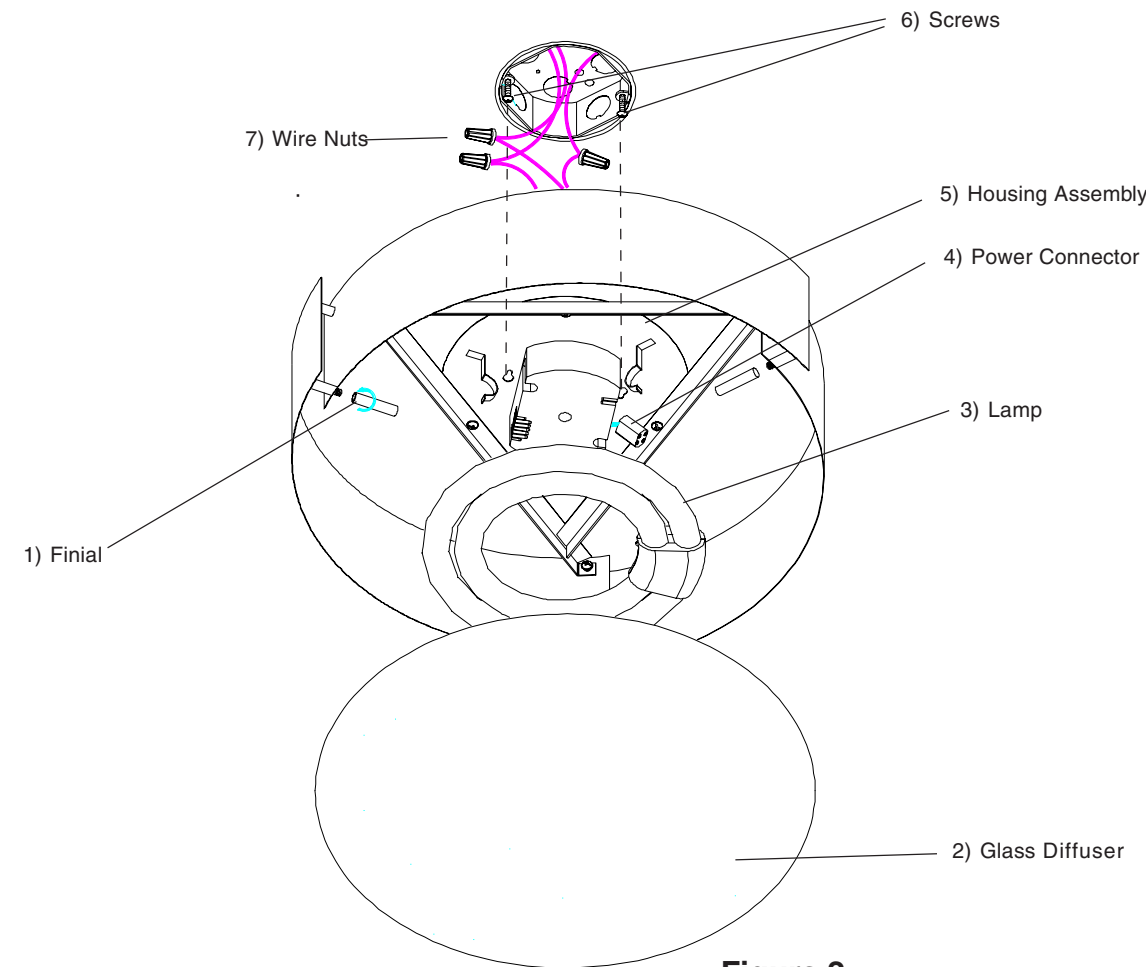
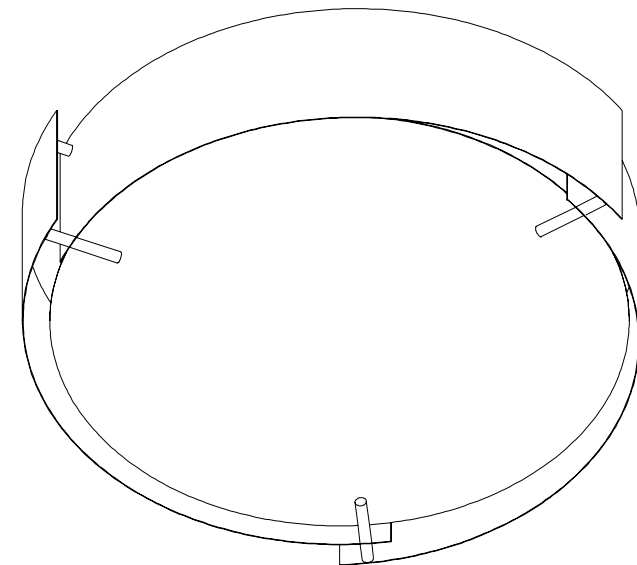

Figure 2
Figure 3
1. Retirer les composants de l'appareil et tout emballage de pièces. S'assurer que toutes les pièces sont incluses. **Voir les fig. 2.**
2. Visser les deux vis de 1,5 po (6) environ ¼ po dans les trous de la boîte de jonction. **Voir la fig. 2.**
3. L'alimentation coupée, soutenir fermement l'ensemble boîtier (5) et connecter le fil de terre vert de l'appareil au fil de terre nu en cuivre de la boîte de jonction à l'aide d'un capuchon de connexion (7). *(Si le câblage d'alimentation ne comprend pas un fil de mise à la terre, consulter votre code d'électricité local et vérifier les méthodes conformes de mise à la terre).* **Voir la fig. 2.**
4. Employer les capuchons de connexion (7) pour connecter le fil noir de l'appareil au fil noir d'alimentation et le fil blanc au fil blanc d'alimentation. **Voir la fig. 2.**
5. Placer les encoches en trou de serrure de l'ensemble boîtier (5) sur la tête des vis de la boîte de jonction. Tourner l'ensemble boîtier dans le sens de rotation horaire et serrer les vis pour le fixer au plafond.
6. Pour installer la lampe 55W 2C (3), poser le connecteur (4) dans la douille de connexion de la lampe. Placer la lampe sur deux des trois agrafes, pousser délicatement la lampe sur la troisième agrafe tout en la tirant légèrement vers l'arrière. **Voir la fig. 2.**
7. Pour installer le diffuseur en verre (2), enlever un faîteau (1) de l'intérieur de l'ensemble boîtier. Soulever le diffuseur en verre (2) jusqu'à l'ensemble boîtier et appuyer le verre sur les deux faîteaux restants. Remettre le faîteau afin de soutenir le diffuseur en verre. Centrer le diffuseur en verre de manière à ce qu'il s'appuie sur les faîteaux. **Voir les fig. 2 et 3.**
1. Remove fixture components and parts pack(s). Check that all parts are included. See Fig. 2.
2. Install two 1.5" Screws (6) about 1/4" into holes in junction box. See Fig. 2.
3. With the power turned off, hold the fixture Housing Assembly (5) firmly and connect the green ground wire from the fixture to the bare copper ground wire from the junction box using a Wire Nut (7). (If house wiring does not include a ground wire, consult your local electrical code for approved grounding methods). See Fig. 2.
4. Use Wire Nuts (7) to connect black fixture wire to the black power supply wire and white fixture wire to the white power supply wire. See Fig. 2.
5. Align keyholes in fixture Housing Assembly (5) over the screw heads in junction box. Rotate clockwise and tighten screws to secure Housing Assembly against ceiling. See Fig. 2.
6. To install 55W 2C Lamp (3), plug Power Connector (4) into the lamp power receptacle. Position Lamp over two lamp clips and gently push Lamp over the third clip while pulling the clip slightly back. See Fig. 2.
7. To install Glass Diffuser (2), remove one Finial (1) from inside of Housing Assembly. Lift Glass Diffuser (2) up into Housing Assembly and rest glass on remaining two Finials. Re-install Finial to support Glass Diffuser. Center Glass Diffuser to rest on Finials. See Fig. 2 & Fig. 3.
1. Remueva los componentes del luminario y el(los) paquete(s) de piezas. Asegure que todas las piezas estén incluidas. Vea Fig. 2.
2. Instale dos Tornillos 1.5" (6) alrededor de ¼" en los agujeros de la caja de ensambladura. Vea Fig. 2.
3) Con la electricidad apagada, sostenga la cacerola del luminario (4) firmemente y conecte el alambre verde de conexión a tierra del luminario al alambre desnudo de cobre de la caja de ensambladura usando un capuchón de alambres. (Si el alambrado de la casa no incluye un alambre de hacer tierra, consulte su código eléctrico local para métodos aprobados de hacer tierra. Vea Fig. 2.
4. Use Capuchones de Alambres (7) para conectar el alambre negro del luminario al alambre negro de suministro eléctrico y el alambre blanco del luminario al alambre blanco de suministro eléctrico. Vea Fig. 2.
5. Coloque los "keyholes" del Montaje de la Carcasa del luminaria (5) sobre las cabezas de los tornillos en la caja de ensambladura. Gire hacia su derecha y apriete los tornillos para asegurar el Ensamblaje de la Carcasa contra el techo. Vea Fig. 2.
6. Para Instalar la Lámpara 55W 2C (3), enchufe el Conector de Suministro de Electricidad (4) al receptáculo de la lámpara. Posicione la Lámpara sobre dos grapas de lámparas y empuje suavemente la Lámpara sobre la tercera grapa al mismo tiempo jalando la grapa levemente hacia atrás. Vea Fig. 2.
7. Para instalar el Difusor de Cristal (2), quite un Finial (1) de adentro del Ensamblaje de la Carcasa. Levante el Difusor de Cristal (2) hacia arriba adentro del Ensamblaje de la Carcasa dejar descansar el cristal en los Finales restantes. Vuelva a instalar el Finial para sostener el Difusor de Cristal. Centre el Difusor de Cristal para descansar en los Finales. Vea Fig. 2 & Fig. 3.